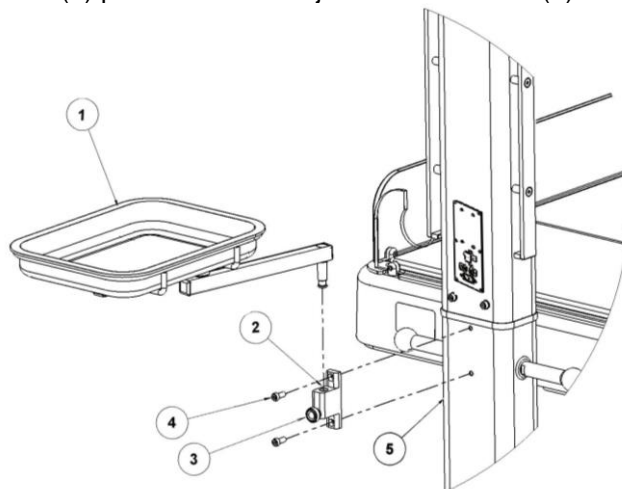

Figura 66 – Montagem da Bandeja de Instrumentos
- Colocar o mancal (2) na posição correta, alinhando os furos do mancal (2) com os furos, localizados na parte de trás, da coluna (5) do leito RN do berço, conforme figura 66.
- Utilizando uma chave sextavada de 5 mm, colocar os parafusos sextavados internos (4) nos orifícios e apertar.
- Encaixar a bandeja de instrumentos (1), em seu respectivo local, no mancal (2).
- Girar o manípulo (3) do mancal (2) para fixar a bandeja de instrumentos (1).